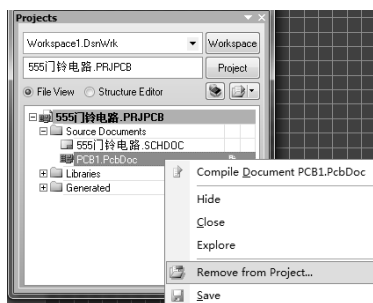

图 2-2-5 单击“Remove from Project...”
(1) 右击“PCB1.PCBDOC”文件，在弹出的快捷菜单中单击“Remove from Project...”，如图 2-2-5 所示。